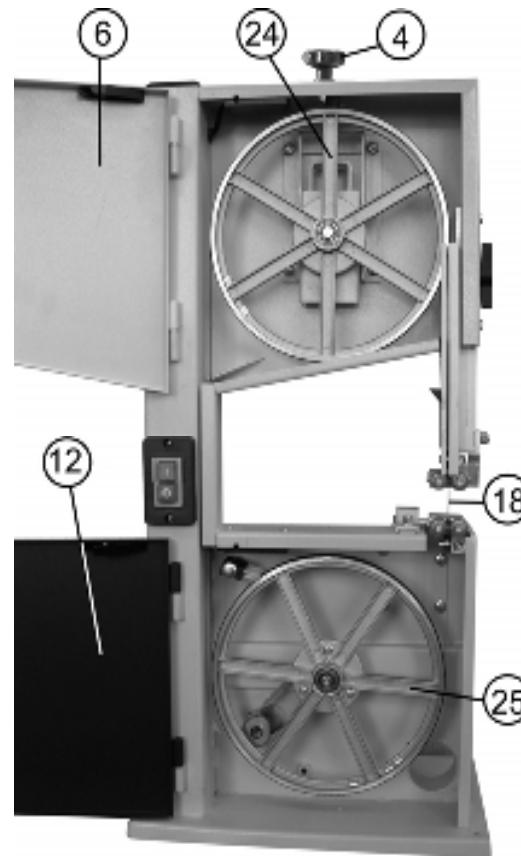

Рис.7
11.3. Регулировка смещения пильной ленты (Рис. 7, 8)
13.3. Уход за поверхностью колес (Рис.7).
удаляйте опилки и пыль во внутренней части пилы со всех элементов конструкции и с колес (24) и (25) (Рис.7);
С помощью жесткой щетки, удаляйте смолу и опилки с колес (24) и (25), Рис.7. Не применяйте растворители!.
11.4. Регулировка натяжения пильной ленты (Рис.7)
11.7.3. Соблюдая меры предосторожности (надеть перчатки), снимите пильную ленту (18), Рис.7.